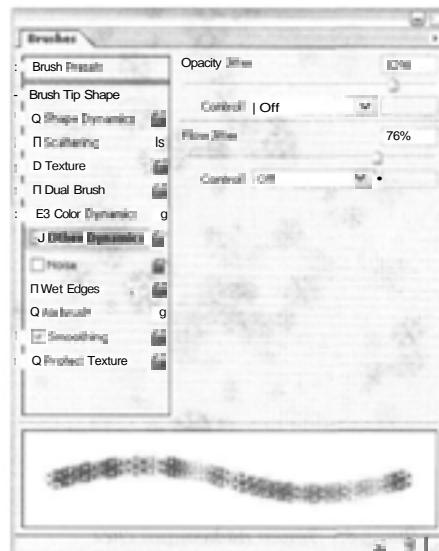

Рис. 5.84. Настройка *Other Dynamics*
**Other Dynamics** (рис. 5.84) - здесь задаем изменения прозрачности снежинки по ходу линии, аналогично тому, как в предыдущем пункте изменялись цветовые характеристики.